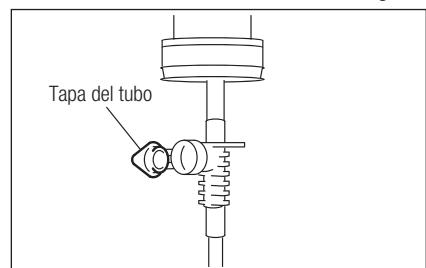

Fig. 14
3) Abra el tapón del tubo para introducir aire en la botella/bolsa. (Fig.14)